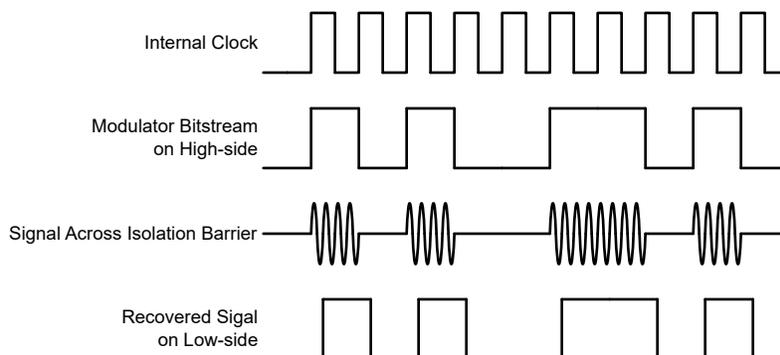

図 7-1. OOK ベースの変調方式
図 7-1 に示されているように、AMC0x30S-Q1 は、オン / オフ キーイング (OOK) 変調方式を使用して、変調器の出力ビットストリームを、SiO₂ ベースの絶縁膜間で伝送します。送信ドライバ (TX) をに 機能ブロック図 示します。TX は、内部で生成された高周波キャリアを絶縁バリア越しに送信し、デジタル 1 を表現します。ただし、TX はデジタル 0 を表す信号を送りません。AMC0x30S-Q1 で使用されるキャリアの公称周波数は 480MHz です。